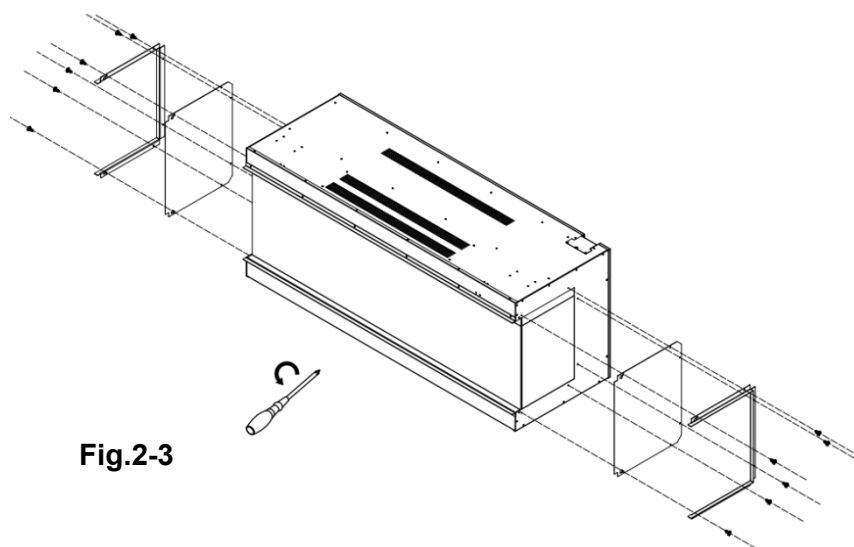

Fig.2-3
2. enlevez les barres et les panneaux si vous voulez voir le feu de trois côtés. Fig.2-3